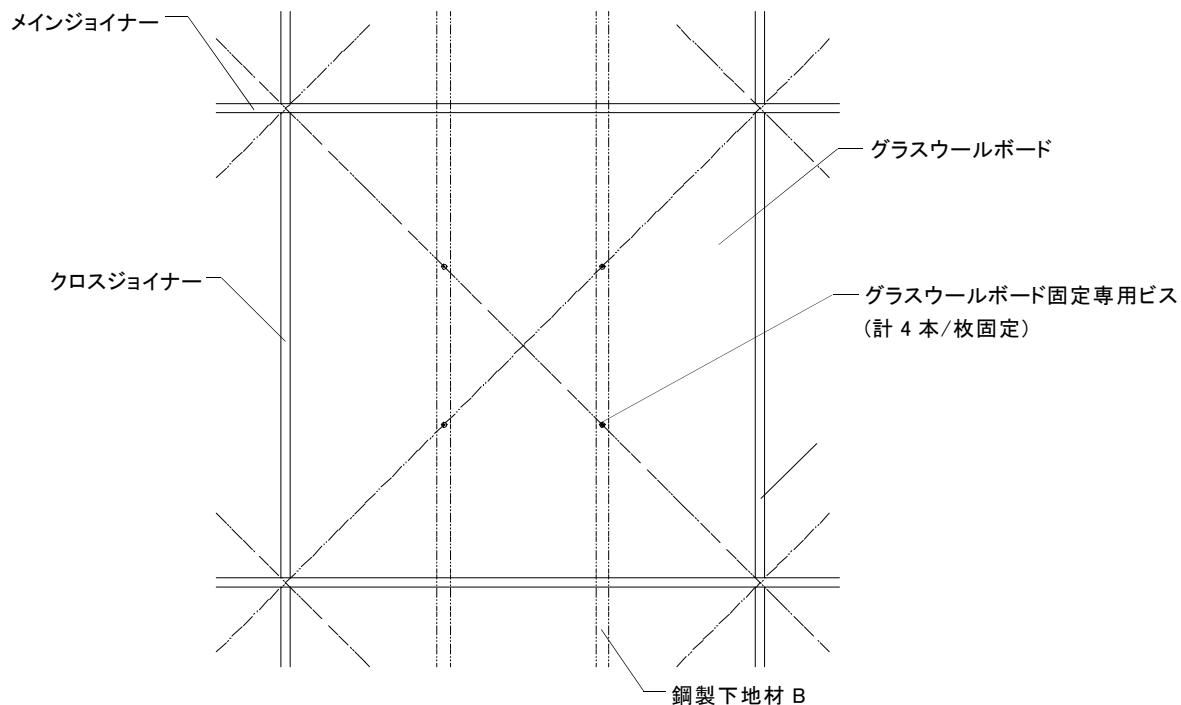

図 2-5-1 グラスウールボードのビス固定
- ①グラスウールボードは鋼製下地材 B にグラスウールボード固定専用ビス(2 本/本かつ計 4 本/枚)で固定する。なお、意匠上、固定位置は均等間隔であることが望ましい。(図 2-5-1 参照)